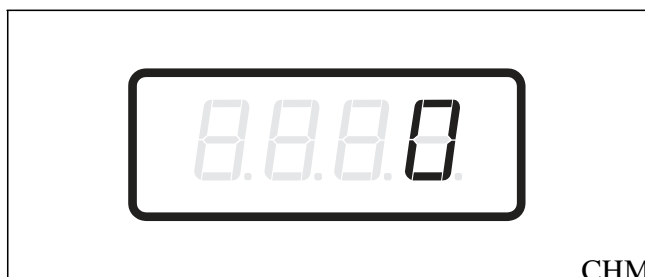

Figure 25
4. Lorsque "CnP1" s'affiche, appuyer sur la touche DEMARRAGE (Enter). Le Modificateur de cycle Prix B comprend cinq digits. Le cinquième digit s'affiche et clignote par intervalles d'une seconde. Se référer à la *Figure 25*.